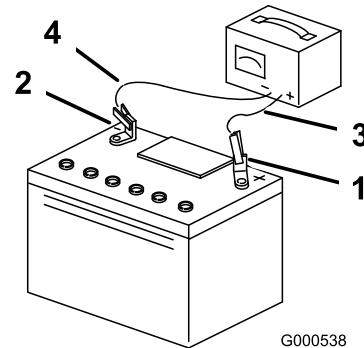

Bild 40
- Ziehen Sie, wenn die Batterie voll geladen ist, den Stecker des Ladegeräts aus der Dose. Klemmen Sie dann die Klemmen des Ladegeräts von den Batteriepolen ab (Bild 40).